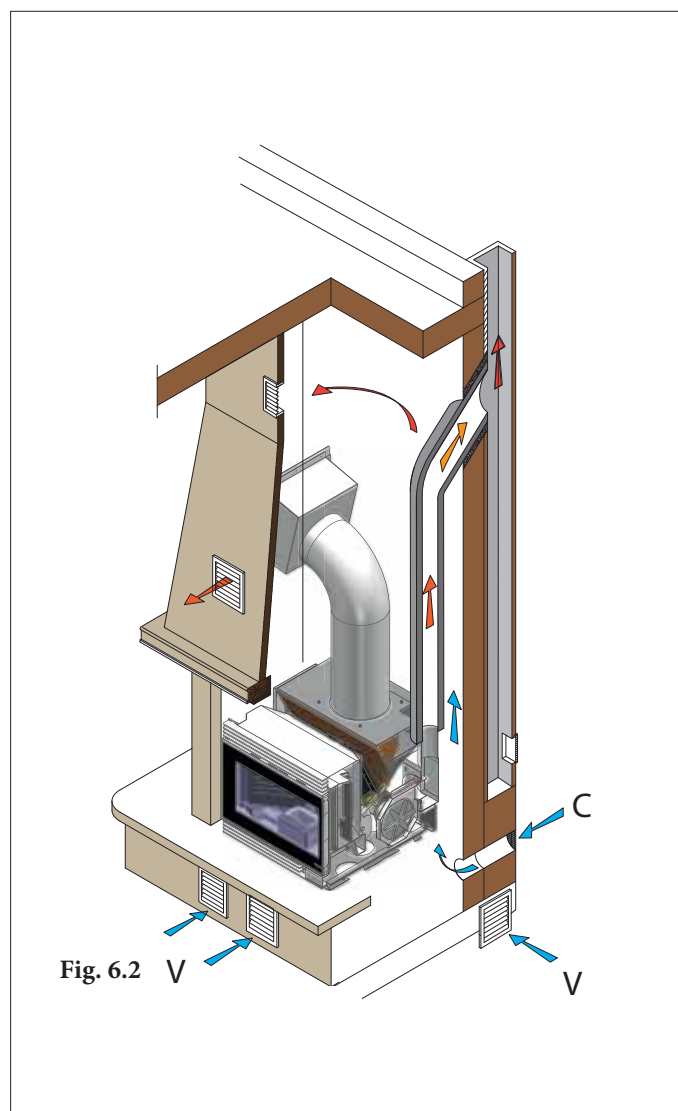

Fig. 6.2
L'air comburant pénètre dans l'enceinte du poêle à partir de la prise d'air (C), puis il est aspiré dans la chambre de combustion à travers un conduit placé à l'arrière du poêle (Fig. 6.2)